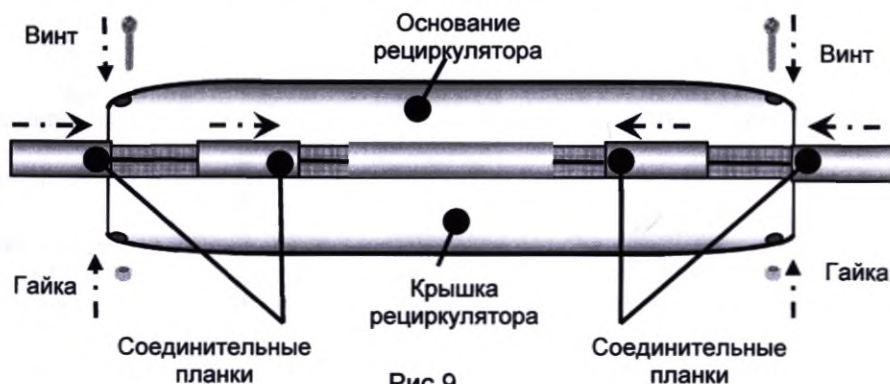

Рис.9
- Совместить крышку с основанием рециркулятора и зафиксировать при помощи соединительных планок (рис.9).
- Установить винты, соединяющие крышку и основание, и зафиксировать их гайками (рис.9).
Внимание! Названия элементов конструкции рециркулятора, приведенные в п.8.5, п.8.6 соответствуют компоновке Рециркулятора (Приложений 1, рис.9) и блок схеме электрической (Приложение 2, рис.10).